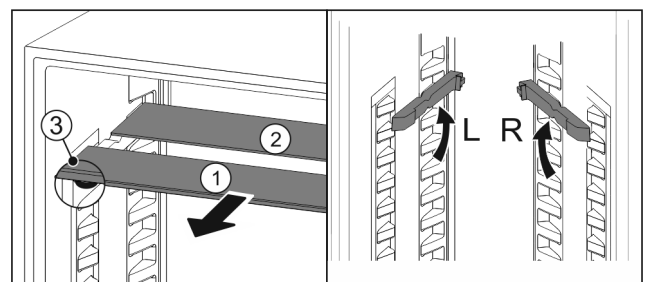

Fig. 22
- Glasplaten afzonderlijk vanaf de voorkant eruit trekken Fig. 22 (1).
- ▷ Glasplaat Fig. 22 (1) met sierlijst ligt voor.
- ▷ Stops Fig. 22 (3) zijn naar onder gericht.